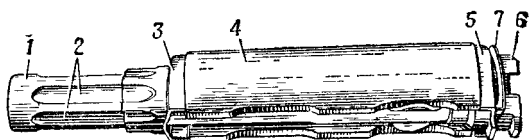

Рис. 40. Газовая трубка со ствольной накладкой.
20. Газовая трубка со ствольной накладкой (рис. 40) состоит из газовой трубки, передней и задней соединительных муфт, ствольной накладки, металлического полукольца и пластинчатой пружины.